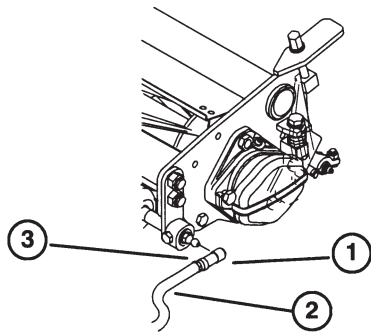

Bild 6
4. Schieben Sie die Hülse am Kugelgelenk zurück und drehen die Zugarme so nach unten, dass der Steckschlüssel über den Kugelbolzen passt. Lösen Sie die Hülse, so dass sie über den Bolzen geht und die Baugruppen miteinander verbindet (Bild 6).
6. Richten Sie die Innensechskante der Kugelgelenke so aus, dass die offene Seite des Sechskants in Richtung Kugelbolzen zentriert ist. Ziehen Sie die Klemmmutter fest, um das Innensechskant in seiner Stellung zu arretieren (Bild 6).